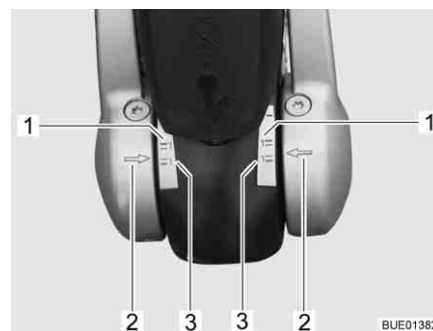

Fig. 209 Visualizador Forros de fricción a la izquierda y derecha
- Si las flechas en la arandela de presión (Fig. 209,2) se encuentran por debajo o sobre la superficie de marcación verde (Fig. 209,3), los forros de fricción estarán como nuevos.
- Si las flechas en la arandela de presión se encuentran dentro de las superficies de marcación (Fig. 209,1 y 3), los forros de fricción estarán ligeramente desgastados.
- Si las flechas en la arandela de presión se encuentran sobre o por encima de la superficie de marcación roja (Fig. 209,1), los forros de fricción estarán desgastados. Dejar que los forros de fricción sean sustituidos.